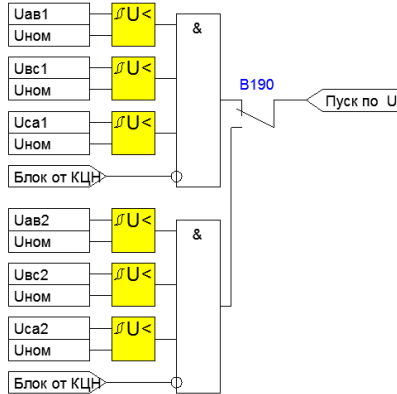

Рисунок 4.2.11 – Пуск АВР по снижению напряжения
- отсутствует напряжение со стороны питания или оно снижено ниже уставки срабатывания (Рисунок 4.2.11);